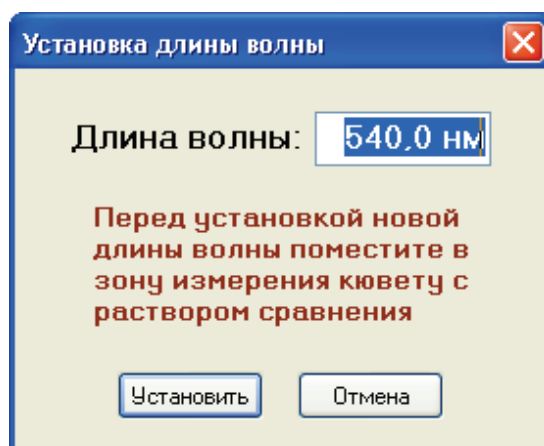

Рисунок 7 - Окно установки длины волны.
- **Окно отображения установленной длины волны.** В правой части этого окна находится кнопка ручной установки длины волны. При ее нажатии на экране появляется окно установки длины волны (Рисунок 7). После нажатия кнопки «Установить» будет установлена заданная длина волны и автоматически выполнена операция калибровки 0 оптической плотности (100% пропускания), поэтому перед выполнением установки рекомендуется поместить в зону измерения кювету с раствором сравнения. В противном случае перед измерением вам будет необходимо установить раствор сравнения и выполнить калибровку нуля нажатием кнопки  на панели управления. При отсутствии связи с прибором окно отображения длины волны окрашено в черный цвет, а кнопка установки длины волны заблокирована.